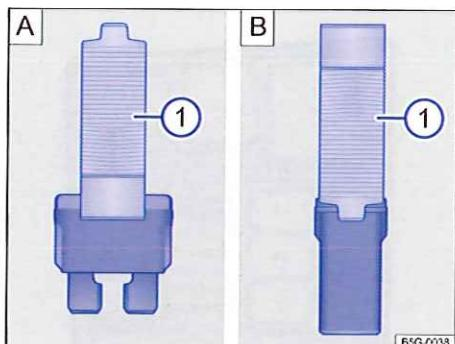

Fig. 252 Retrait ou mise en place du fusible à l'aide de la pince en plastique : A : fusible enfichable plat, B : fusible-bloc
- Selon la version du fusible, faites glisser l'agrafe appropriée de la pince en plastique → fig. 252 A ① ou → fig. 252 B ① latéralement sur le fusible.
- Si le fusible est grillé, remplacez-le par un fusible neuf de *même* intensité (même couleur et mêmes inscriptions) et de *même* taille → ①.